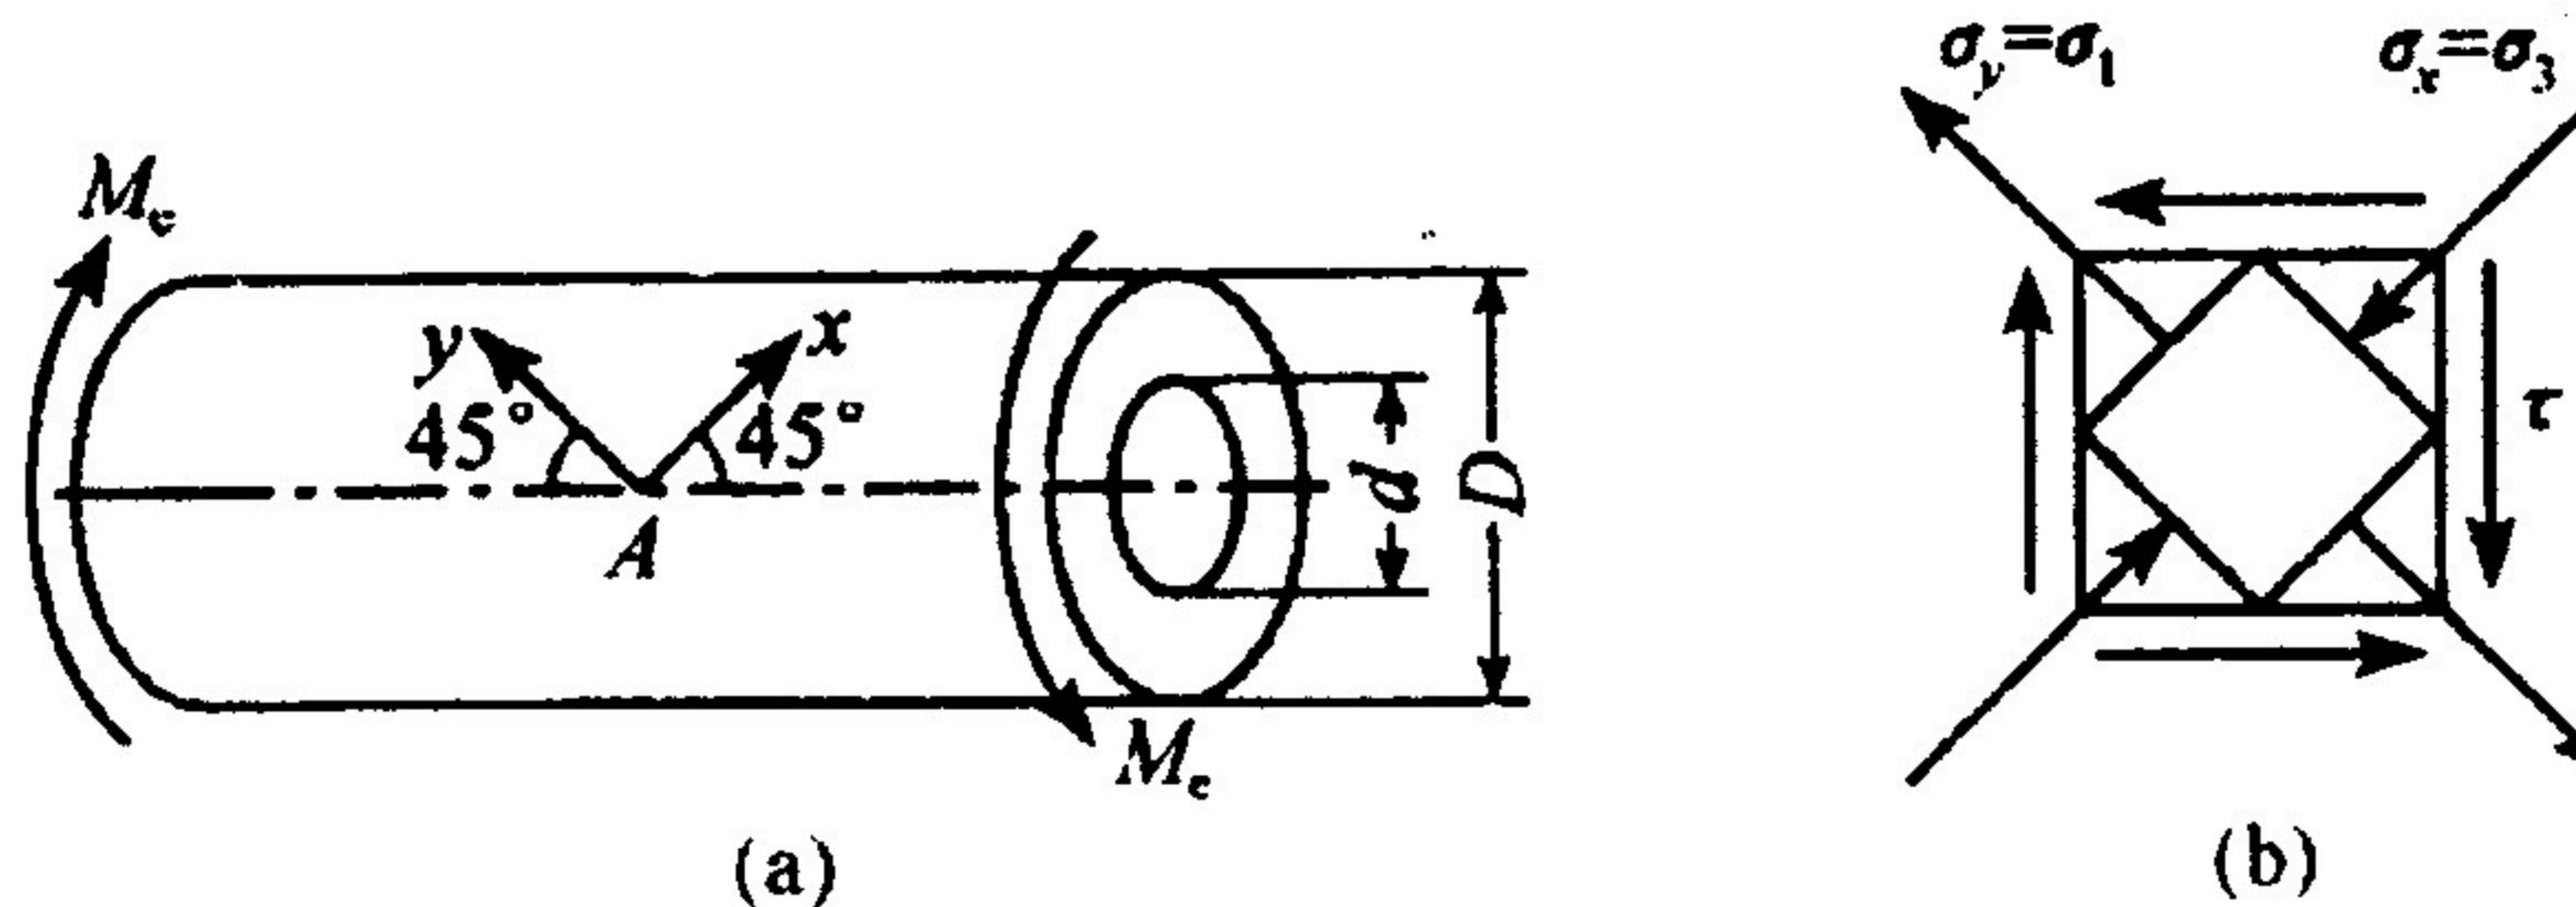

图 4.2
4.2 图 4.2(a) 所示外径  $D=80\text{mm}$ , 内径  $d=0.5D$  的圆筒在  $M_e=15\text{kN}\cdot\text{m}$  的力偶矩作用下产生扭转。已知材料的弹性模量  $E=200\text{MPa}$ , 泊松比  $\mu=0.3$ 。(20 分)
(1) A 点处截取单元体如图 4.2(b) 所示，纯剪切应力状态切应力为